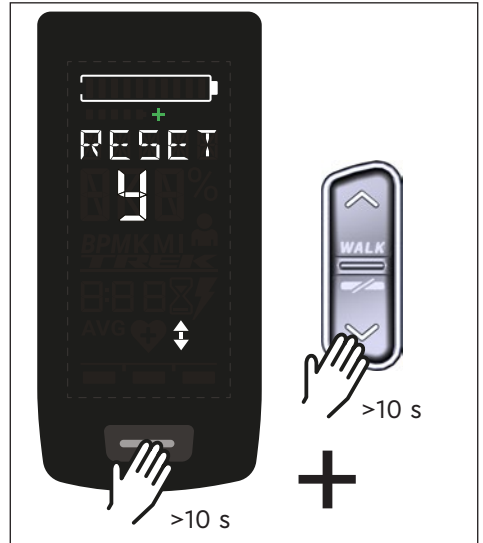

Fig. 10: Terugzetten naar fabrieksinstellingen
- ▶ Houd de knop op de Display en de DOWN knop op de Remote minstens 10 s ingedrukt, eerst wordt de Setup-Modus aangegeven en daarna RESET (zie Fig. 10).